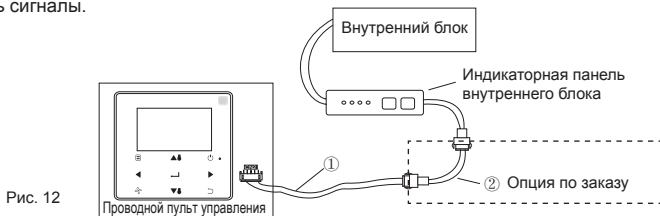

Рис. 12
2-5-6 Для внутренних блоков до 2-го поколения, проводной пульт управления необходимо подключать к 5-контактной клемме на панели индикации через порт CN2. См. Рис. 12. Для подключения используйте соответствующий кабель ①.